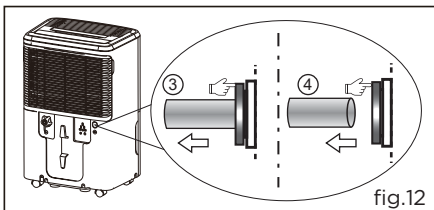

fig.12
- b. Continuez d'appuyer sur l'anneau gris tout en retirant le bouchon. (fig.12);